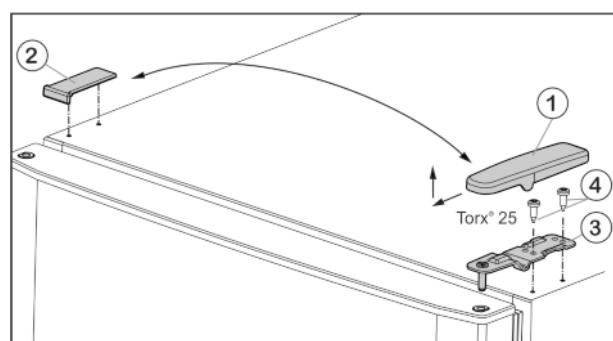
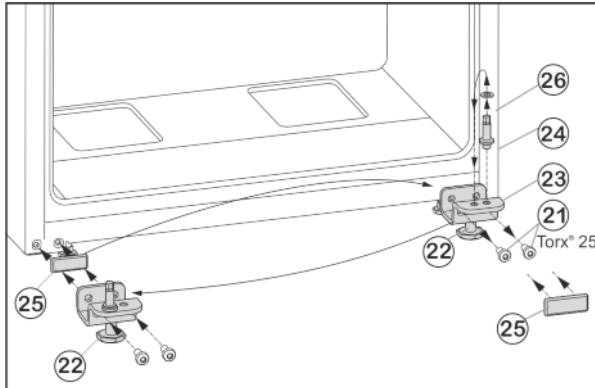

Fig. 4
Fig. 6
- Потяните крышку Fig. 4 (1) вперед и вверх.
- Снимите крышку Fig. 4 (2).
- Открутите верхний опорный кронштейн Fig. 4 (3) (2 шт. Torx® 25) Fig. 4 (4) и вытяните вверх.
- ▶ Открутите крепежные винты Fig. 6 (21).
- ▶ Снимите нижний опорный кронштейн Fig. 6 (23) вместе с опорным пальцем Fig. 6 (24), шайбой Fig. 6 (26) и регулируемой опорой Fig. 6 (22).
- ▶ Открутите опорный палец Fig. 6 (24) вместе с шайбой Fig. 6 (26) и, переставив в отверстие на противоположной стороне опорного кронштейна, снова прикрутите.
- ▶ Аккуратно снимите защитную пластины Fig. 6 (25) и переставьте ее на противоположную сторону.
- ▶ Прикрутите нижний опорный кронштейн Fig. 6 (23) вместе с опорным пальцем Fig. 6 (24), шайбой Fig. 6 (26) и регулируемой опорой Fig. 6 (22) с другой стороны шарнира (с моментом 4 Нм), при необходимости используйте аккумуляторный шуруповерт.
- ▶ Установите нижнюю дверцу сверху на опорный палец Fig. 6 (24).
- ▶ Вставьте средний опорный кронштейн (13) с поворотом на 180° в нижнюю дверцу и прикрутите с помощью крепежных винтов (11)(2 шт. Torx® 25) на новую сторону шарнира (с моментом 4 Нм).
- ▶ Снова установите пластиковую шайбу (10).
- ▶ Установите верхнюю дверцу на средний опорный кронштейн (13).
- ▶ Установите верхний опорный кронштейн Fig. 4 (3) на новой стороне шарнира и защелкните в дверце.
- ▶ Привинтите верхний опорный кронштейн (с моментом 4 Нм) (2 шт. Torx® 25) Fig. 4 (4). При необходимости используйте аккумуляторный шуруповерт.
- ▶ Наденьте и защелкните крышку Fig. 4 (1) на противоположной стороне снаружи.
- ▶ Также наденьте сверху и защелкните крышку Fig. 4 (2) на противоположной стороне.
- ▶ Выверните регулируемую опору Fig. 6 (22) на нижнем опорном кронштейне Fig. 6 (23) до ее соприкосновения с полом.